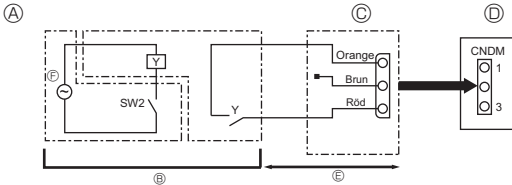

Fig. 10-2
10.2. Behovsfunktion (ändring på plats) (Fig. 10-2) (endast för luftkonditionerar)